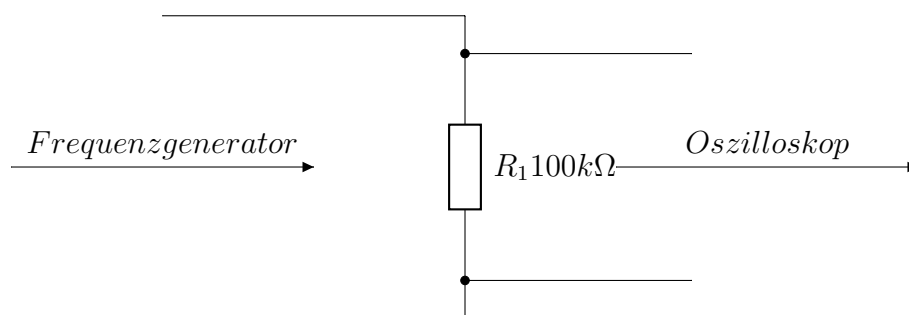

Figure 8: Oszilloskop und Frequenzgenerator
- Die Widerstandswerte der Widerstände werden mit dem Ohmmeter gemessen. Die Messergebnisse sind in Abbildung 8 zu finden.
- Die Schaltung aus Abbildung 8 wird auf einem Steckbrett aufgebaut.